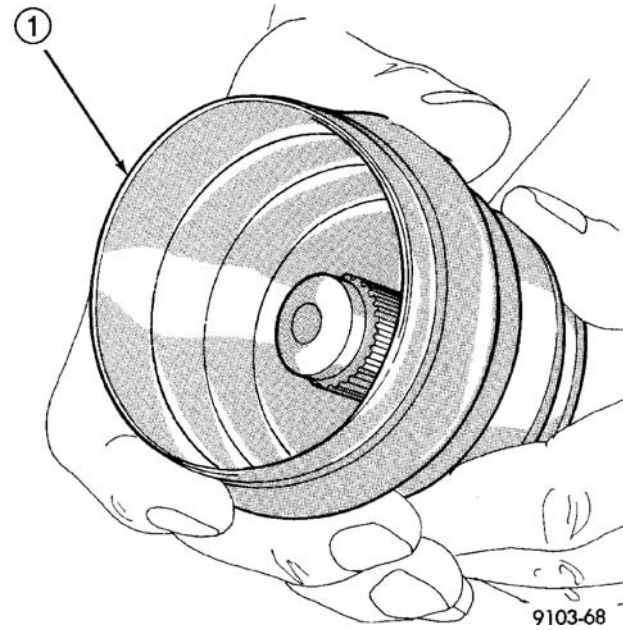

图 14 将 CV 密封套安装在连接轴上
(1) 清洁连接轴和内等速万向节上任何残留的油脂和灰尘。
(2) 将新的小直径固定卡箍滑到连接轴上。
(3) 将 CV 密封套安装在连接轴上 (图 14)。